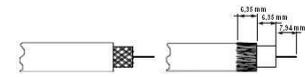

Bild 1
4. Bei 3-fach oder 4-fach geschirmten Leitungen müssen Sie die äußere Folie entfernen. Falten Sie den Geflechtsschirm um 180° über den Kabelmantel zurück. Stellen Sie sicher, dass sich das umgeschlagene Geflecht nicht bauscht oder zusammenballt (Bild 1).